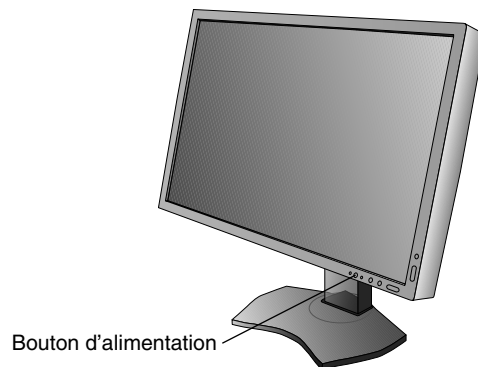

**Figure D.1**
- Faites glisser le cache-câble (**Figure D.1**).